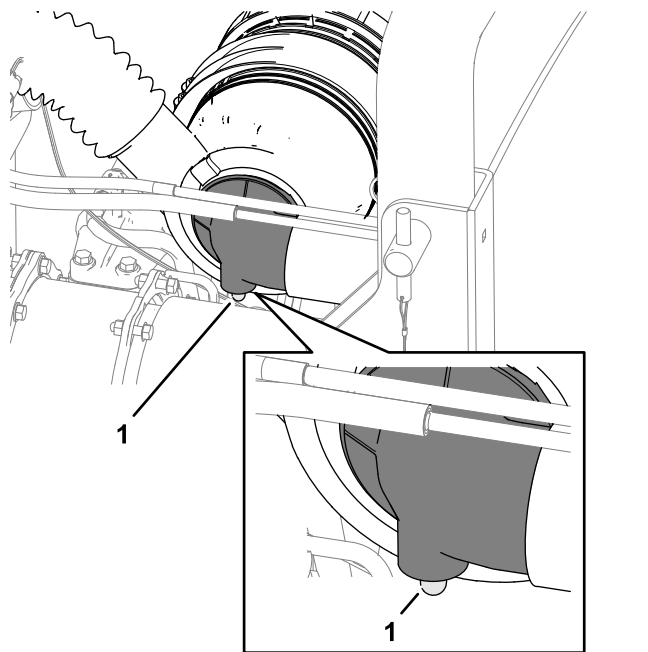

Figura 49
2. Controllate la spia di ostruzione del filtro dell'aria (Figura 49).
**Nota:** Revisionate il filtro primario dell'aria quando la spia di ostruzione del filtro (Figura 49) è rossa. La sostituzione del filtro dell'aria con frequenza aumenta la possibilità di ingresso di sporcizia nel motore quando il filtro viene rimosso.